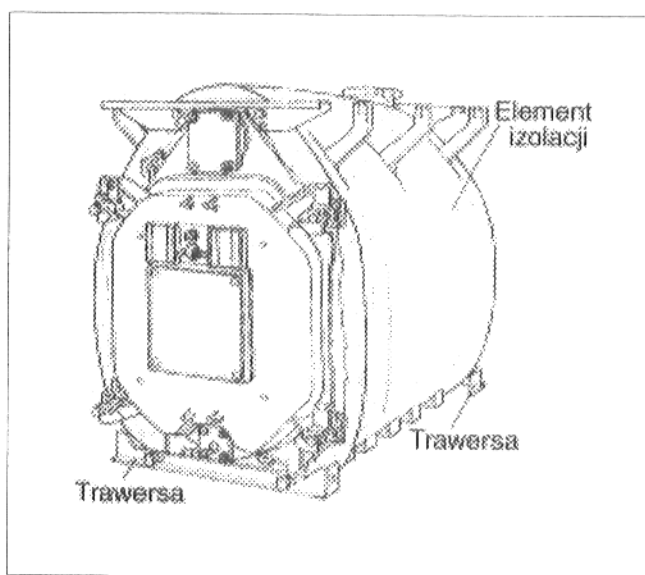

Rys. 29
- Przykręcić luźno wsporniki przeznaczone do podtrzymania płaszcza kotła do górnych żebrow członów kotła z prawej i lewej strony, wg danych tabeli 9.1 i rys. 27 + rys. 29. Wsporniki na członie przednim i środkowym, muszą zostać przykręcone zawsze od przodu. Wsporniki członu tylnego należy przykręcić od tyłu.